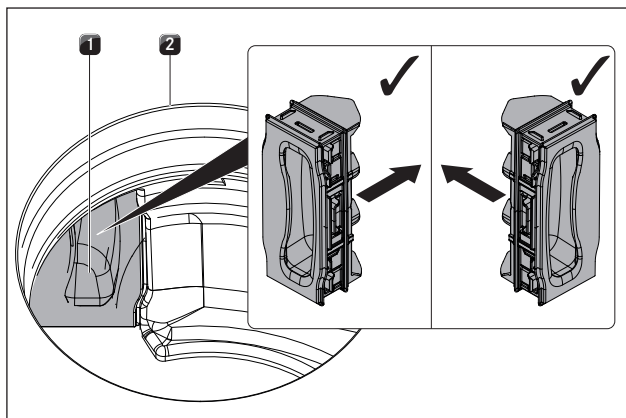

рис. 8.11 Установка откидной крышки фильтра
- ▶ Нажмите на находящуюся внутри отверстия для впуска воздуха откидную крышку фильтра до упора, чтобы она вошла в отверстие корпуса фильтра (установка откидной крышки фильтра, смотрите рисунок 8.11).